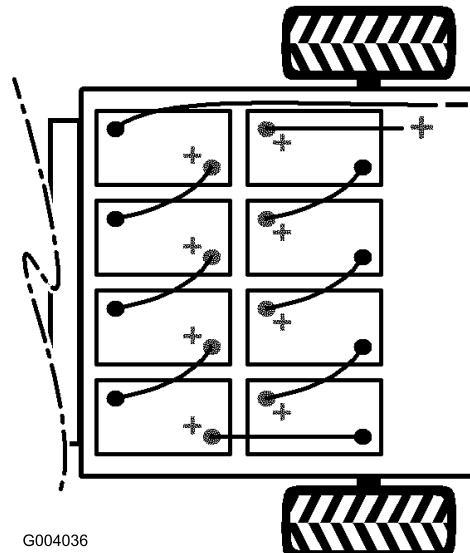

Figure 11
- Installez les batteries comme illustré à la Figure 11.
Remarque: Tenez compte de la polarité lors de la mise en place des batteries neuves (Figure 11).
- Reliez les batteries entre elles avec les câbles fournis avec les pièces détachées, comme illustré à la Figure 11. Ne faites pas passer les câbles sur des angles vifs.
- Serrez le boulon et fixez l'autre côté de l'attache avec un boulon (5/16 x 3/4 pouce) et un écrou à embase (5/16 pouce) neufs (Figure 11).
- Connectez le long câble rouge positif principal entre la rangée de batteries et le véhicule (Figure 11).
- Connectez le long câble noir négatif principal entre la rangée de batteries et le véhicule (Figure 11).